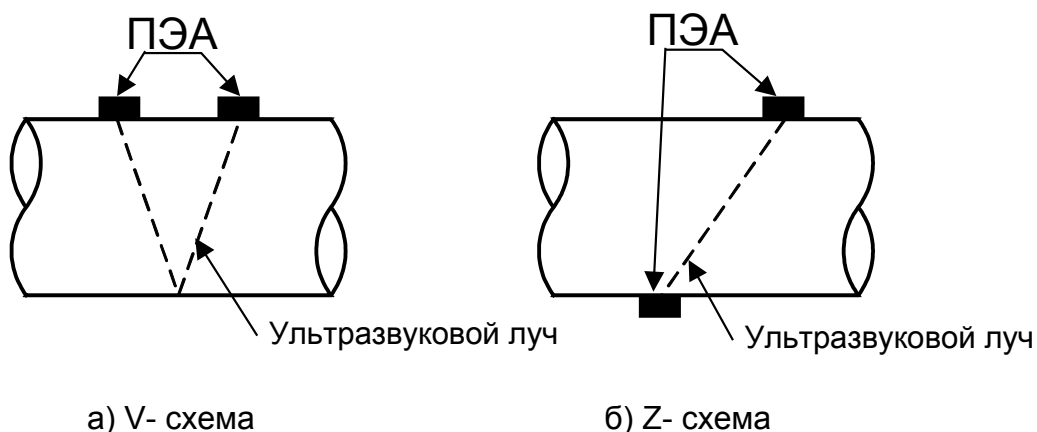

Рис.3. Типы схемы установки ПЭА.
- на трубопроводах с D_y до 300 мм ПЭА рекомендуется устанавливать по V-схеме, а при D_y более 300 мм – по Z-схеме (рис.3);